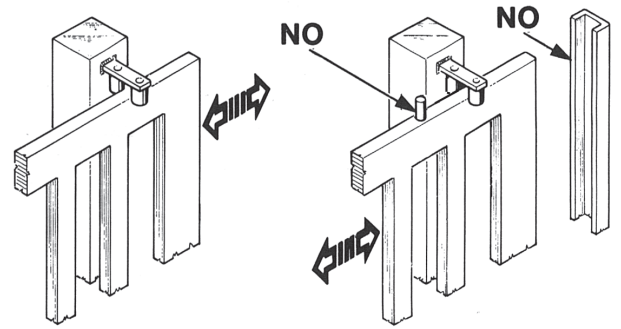

FIG. 3
anti-desdarrillamiento (Fig. 3) para evitar desenganches involuntarios.
**Nota:** Eliminar los topes mecánicos del tipo descrito en la Fig. 3.